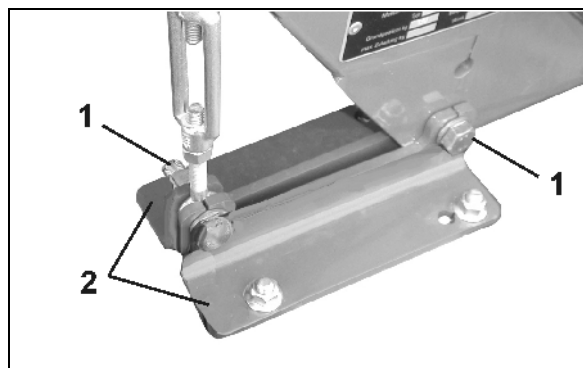

Fig. 24
- 3.1 Venstre side: Løsne 2 skruforbindelser (Fig. 24/1), og fjern 2 koblingsdeler (Fig. 24/2).